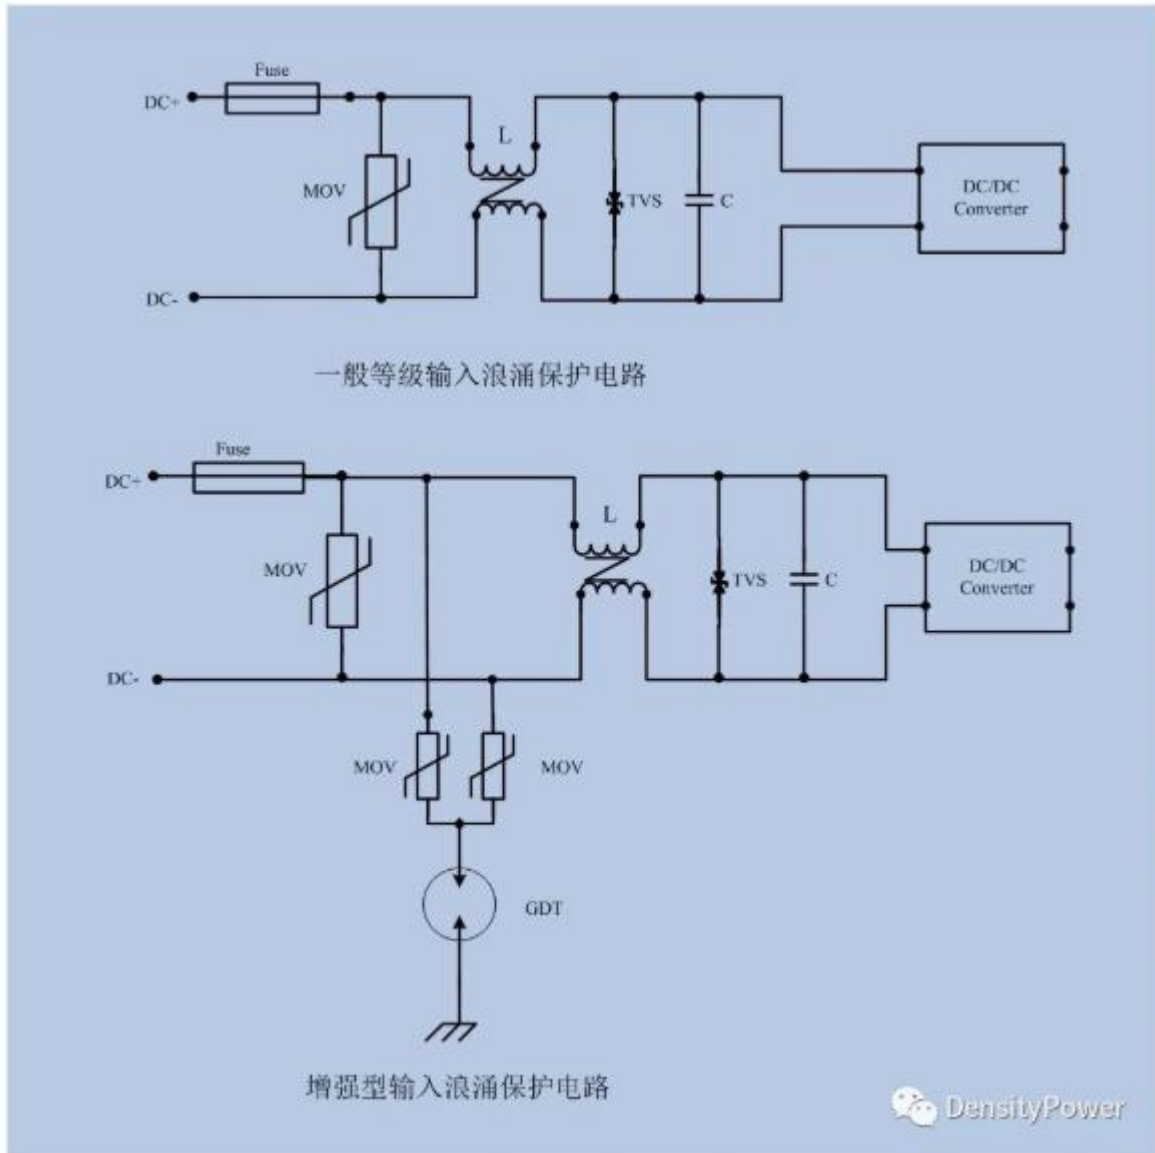

图 5、直流模块电源典型输入浪涌防护电路
1. 在轨道交通输入 110Vdc 的应用场合，图.5 推荐的浪涌防护电路中，MOV 和 TVS 的具体应选什么参数型号？